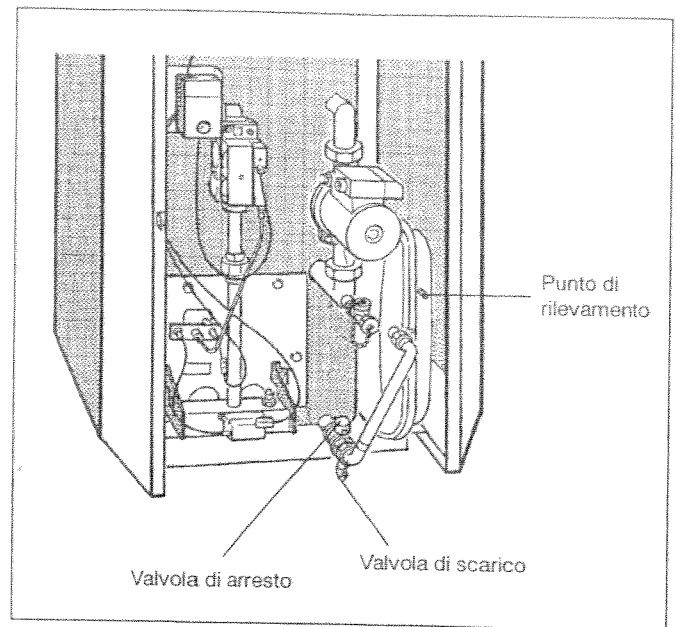

Fig. 47: Vaso di espansione; a partire dalla grandezza caldaia 20-4 sul pannello posteriore
- Rimuovere il tappo dal punto di rilevamento (Fig. 47) e azionare brevemente la valvola dell'azoto. In caso di fuoriuscita d'acqua, la membrana è difettosa – sostituire la membrana o il vaso di espansione a pressione.
- Rimuovere il cappuccio rosso e chiudere la valvola di blocco (Fig. 47).
- Lasciar scaricare l'acqua residua presente nel vaso di espansione a pressione dalla valvola di scarico (Fig. 47).
- Rimuovere il tappo dal punto di rilevamento (Fig. 47), misurare e correggere la pressione qualora non corrisponda alla pressione d'entrata necessaria per l'impianto (pressione di impianto meno 0,2 bar a freddo).